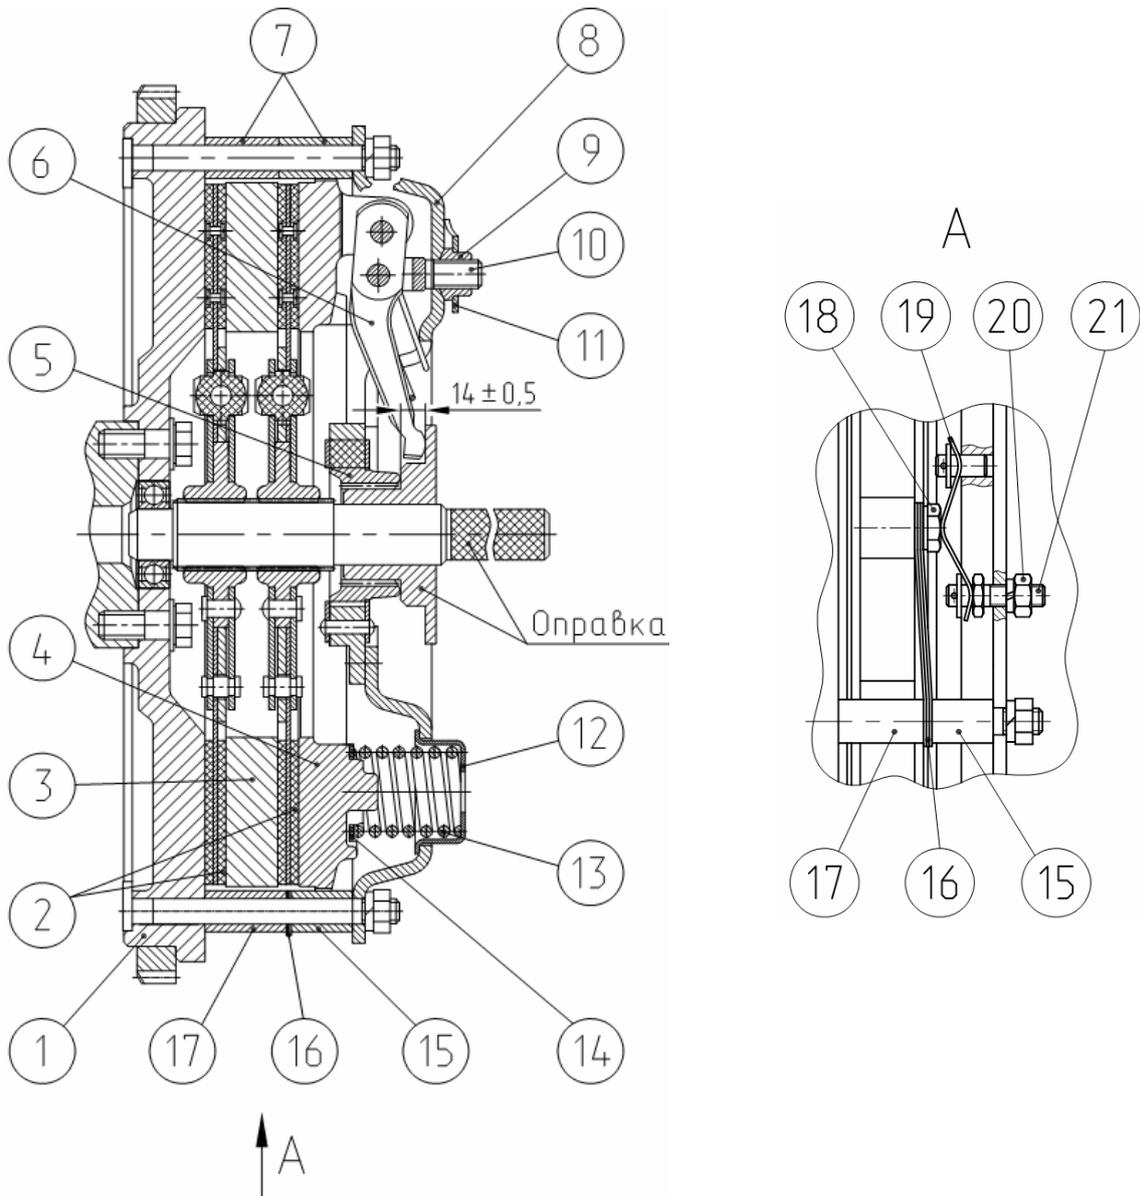

Рисунок 4.8 Муфта сцепления.
- 1) установите три технологических болта (M12x40), завернув их в нажимной диск (4) через технологические отверстия опорного диска (8) (**рисунок 4.8**);
- 2) отверните гайки крепления опорного диска к маховику и снимите диски сцепления в сборе (опорный (8) с нажимным (4));
- 3) снимите первый ведомый диск (2);
- 4) снимите с пальцев маховика три короткие втулки (15) и снимите средний диск (3);
- 5) снимите второй ведомый диск (2);
1) вворачивая или отворачивая регулировочный болт (21) (рисунок 4.8) добейтесь такого прилегания упорных пластин (19) к болту (18), чтобы щуп 0,1 мм проходил между торцевой поверхностью упорных пластин (19) и торцевой поверхностью болта (18) с легким усилием;
2) после регулировки положения упорных пластин затяните стопорные гайки (20).